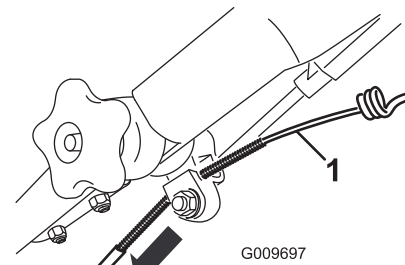

Bild 45
- Ziehen Sie den Kabelmantel nach unten, bis der freigelegte Zug kein Spiel mehr hat (Bild 45).